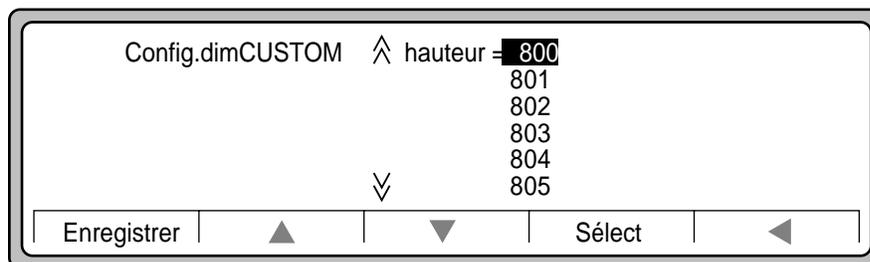

Figure 3-24 Choix de la hauteur pour le bac adaptable
- Utilisez les pointeurs ▲ et ▼ pour atteindre la valeur souhaitée (800 dans notre exemple, comme illustré à la Figure 3-24).